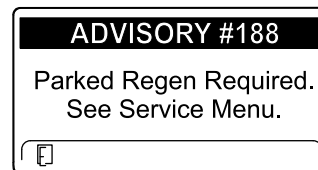

Figura 53
- É necessária regeneração em estacionamento AVISO N.º 188 (Figura 53)